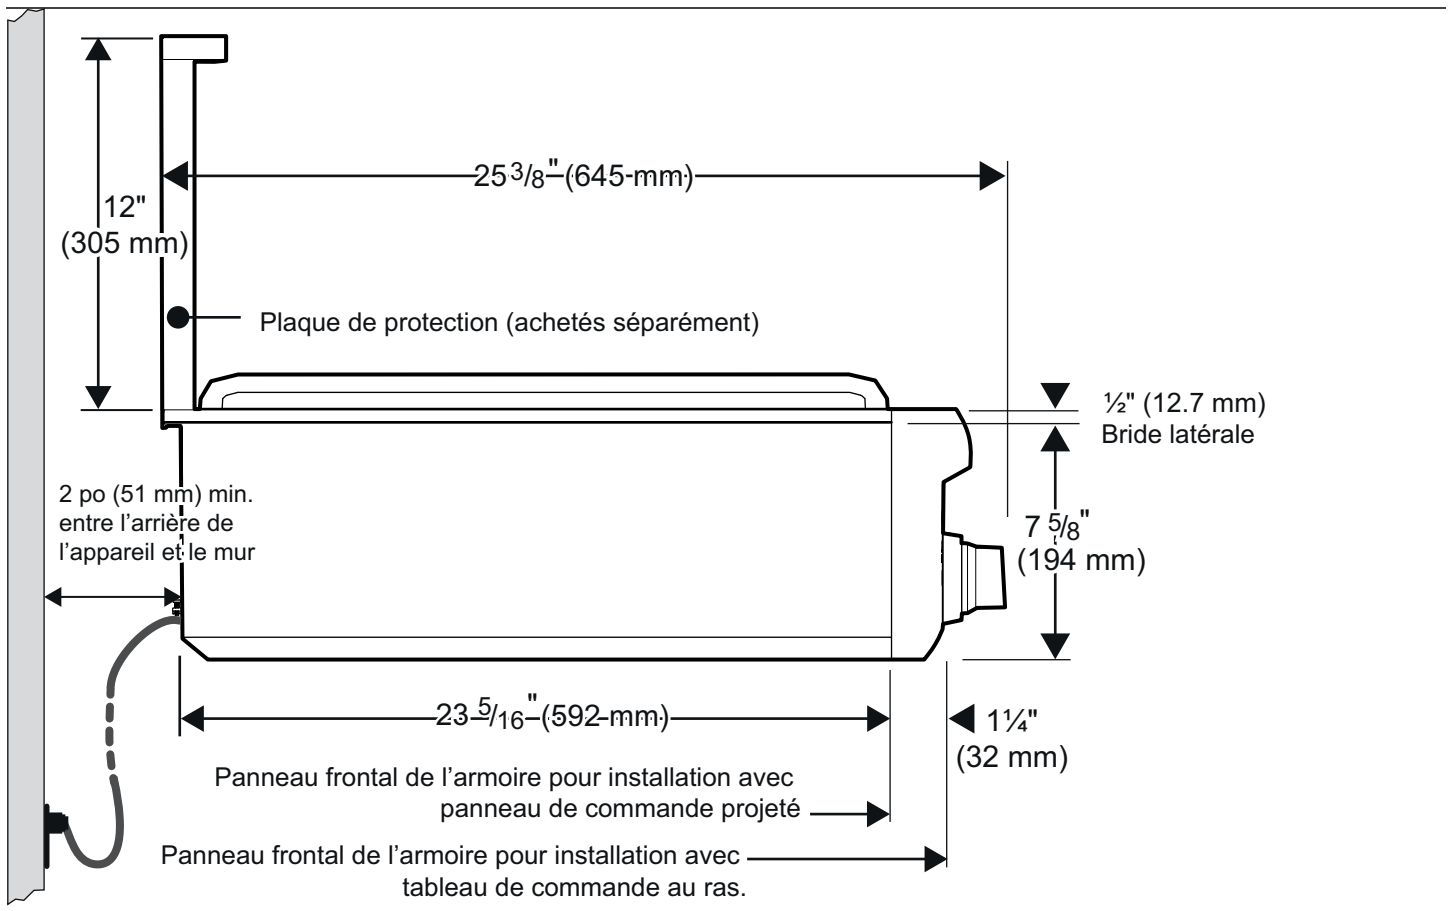
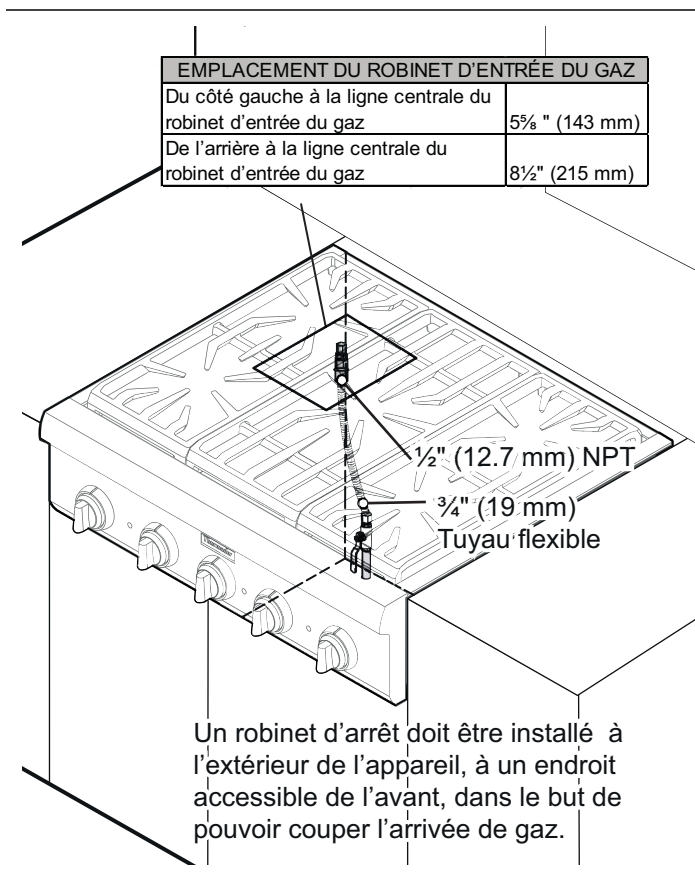

Figure 6 : Vue latérale de la table de cuisson
Figure 9 : Partie inférieure de l'appareil
- La table de cuisson peut être installée sur plusieurs positions, avec la partie frontale au même niveau que le plan de travail ou en projection avant, selon la profondeur de ce plan (voir *Figure 6* pour les autres positions de montage).
- Les arrivées d'électricité et de gaz doivent se trouver dans une zone accessible sans avoir à enlever la table de cuisson. Le cordon d'alimentation électrique et le raccord du tuyau de gaz de l'appareil sont placés dans la partie arrière gauche sous la table de cuisson, tel qu'indiqué aux *Figure 6* et *Figure 9*.